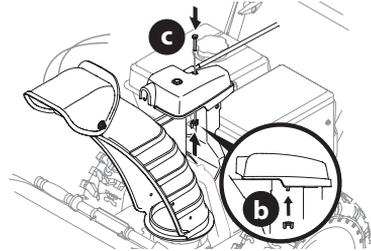

Figure 38
4. Retenez la tête de la commande avec le boulon (c) et l'écrou papillon (b) retirés à l'étape 1. Voir Figure 38.